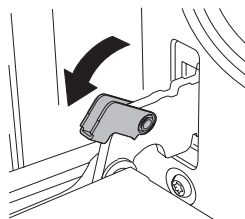

Figura 1
1. Para retirar la puerta, abra la puerta al ángulo máximo. A continuación, tire de la hebilla en la bisagra de la puerta hacia atrás. (Figura 1)